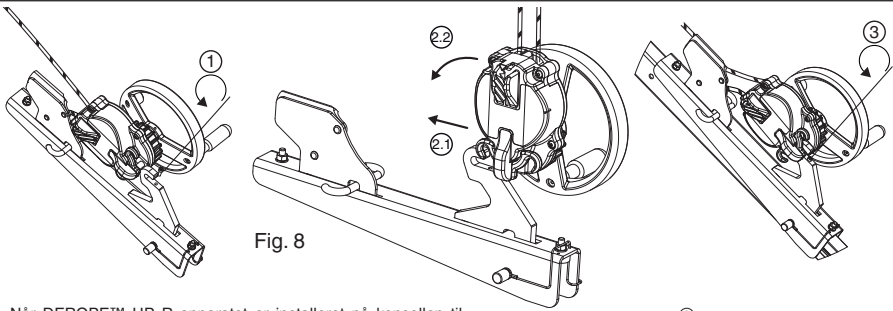

Fig. 8
6.3.4 DEROPE™ UP R apparat (Fig. 8, 9 og 10)
DEROPE™ UP R apparatet skal fastgøres på benet på TRACODE™ trefoden fra Tractel® som vist på fig. 8. Enhver anden fastgørelse til et andet punkt på TRACODE™ trefoden fra Tractel® er forbudt.
1. Løs blokeringskruen til tilkoblingskrogn på konsollen til DEROPE™ UP R apparatet (fig. 8, 1).
2. Installer DEROPE™ UP R apparatet på tilkoblingskrogn (fig. 8, 2.1 – 2.2).
3. Skru blokeringskruen fast for at forhindre apparatet i at blive adskilt fra konsollen (fig. 8, 3) og kontrollér, at den sidder korrekt og er spændt godt fast.